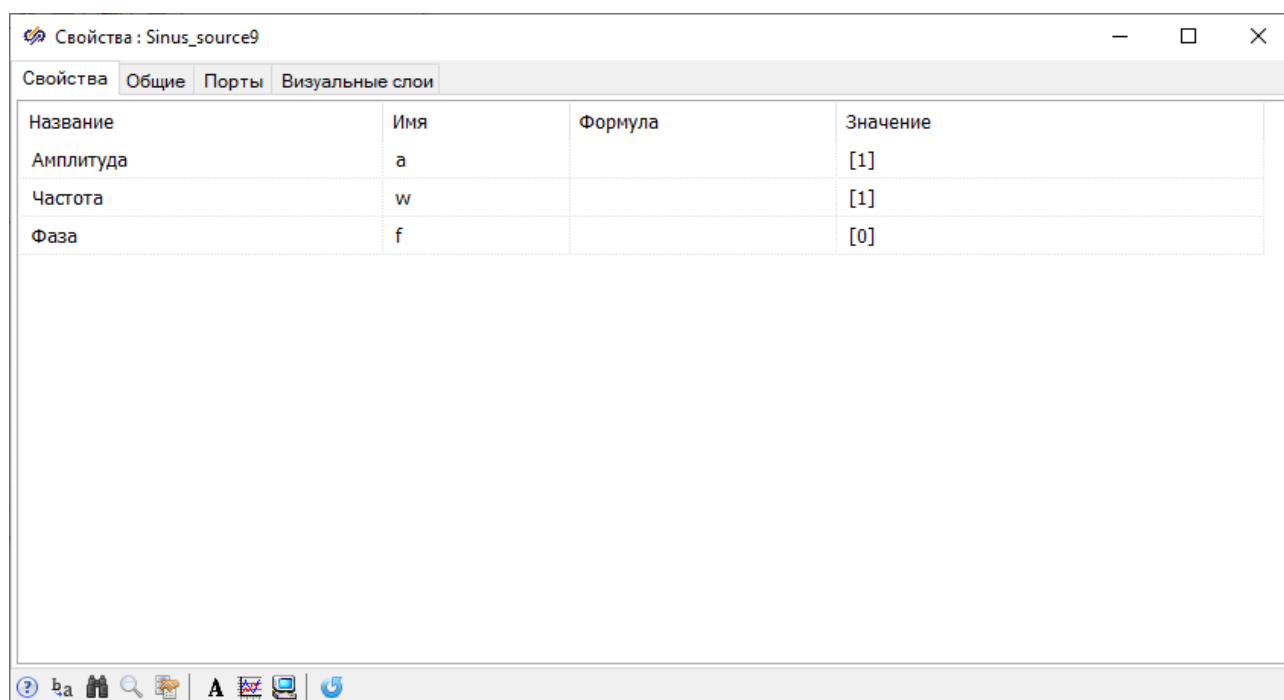

Рисунок 2.2.10. Окно свойств на примере блока «Синусоидальный сигнал».
- 3) Совершив двойное нажатие левой кнопкой мыши по выбранному блоку. После этого на экране появится окно **«Свойства»** (Рисунок 2.2.10).